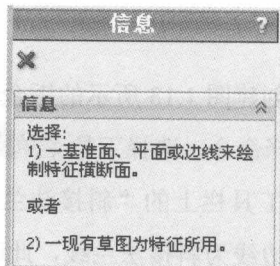
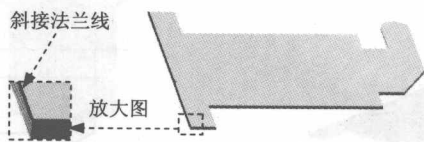

图 1.9 “信息”窗口
图 1.10 斜接法兰线
(1) 选择命令。选择下拉菜单 **插入(I)** → **钣金(B)** → **斜接法兰(M)...** 命令 (或单击“钣金”工具栏上的“斜接法兰”按钮 ), 系统弹出图 1.9 所示的“信息”窗口。在绘图区选取图 1.10 所示的边线为斜接法兰线 (“信息”窗口自动消失), 系统自动生成基准面 1, 并进入草图环境。